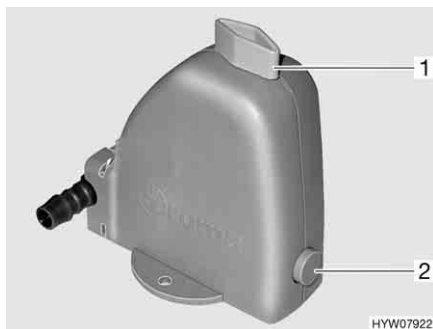

Fig. 62 Valvola di sicurezza/di scarico del boiler
Il boiler è dotato di una valvola di sicurezza/di scarico (Fig. 62). La valvola di sicurezza/di scarico impedisce che l'acqua congeli nel boiler in presenza di basse temperature esterne, quando il riscaldamento dell'autocaravan non è acceso.
- Chiudere la valvola di sicurezza/di scarico. A tal fine ruotare la manopola (Fig. 62,1) verticalmente rispetto alla valvola di sicurezza/di scarico e premere verso l'interno il bottone automatico (Fig. 62,2).
- Aprire la valvola di sicurezza/di scarico. A tal fine ruotare la manopola (Fig. 62,1) nel senso della lunghezza della valvola di sicurezza/di scarico. Il bottone automatico (Fig. 62,2) scatta all'infuori. Il boiler viene svuotato verso l'esterno tramite la valvola di sicurezza/di scarico.